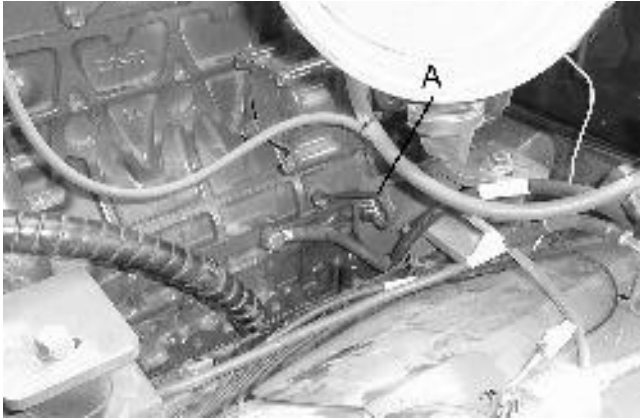

Fig.21
- Motorölstand stets mit dem Peilstab (B Abb. 21) prüfen. Dabei muß die Maschine auf ebenem Untergrund stehen. Füllmenge 6 l.
- (b) Controllare sempre il livello dell'olio servendosi dell'asta apposita (B Fig. 21) ed assicurarsi nell'eseguire il controllo che la macchina sia su terreno in pari. Capacità 9,5 litri.